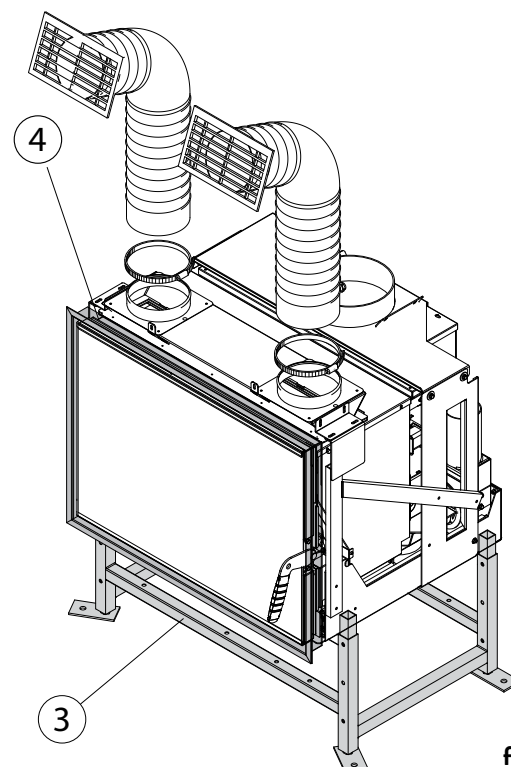

fig. 6.4.3
- C) Set zoccolo „3” (fig. 6.4.3)
- D) Cornice di finitura „4” (fig. 6.4.3)